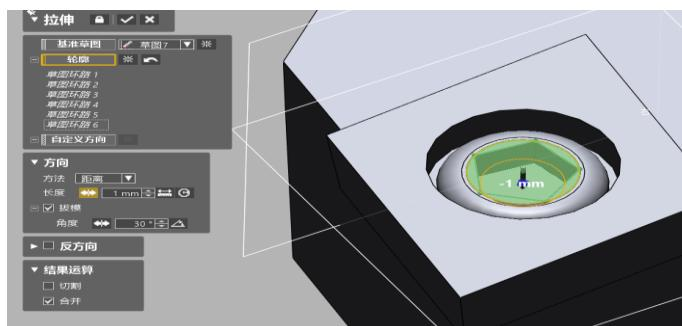

图 4.87 拉伸设置
29) 点击菜单栏模型》(创建实体下) 拉伸图标 , 弹出拉伸对话框, 对话框设置如图 4.87 所示, 点击确定完成。